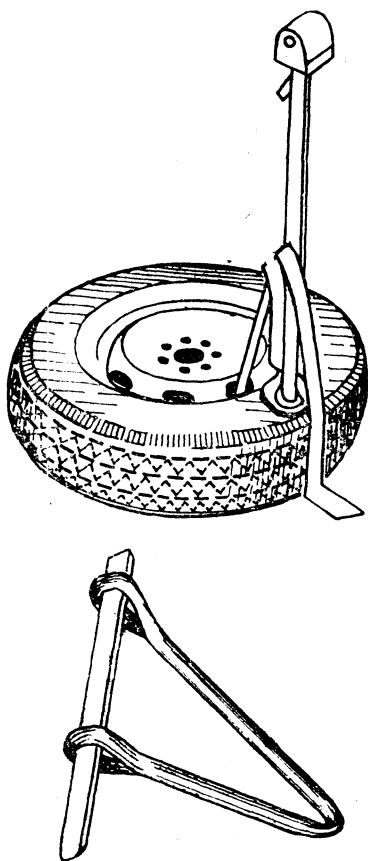

Рис. 32.
2. Второй способ — при помощи жигулевского домкрата и ремня (специально сшитого) (см. рис. 32). Длина ремня 800 мм, ширина 25 мм.